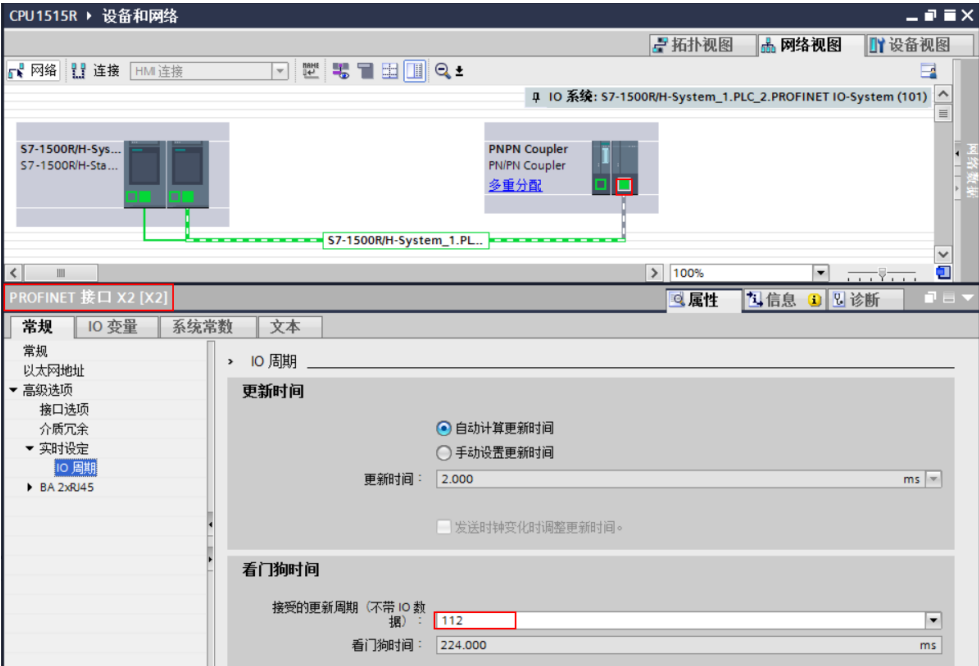

图 2-23 设置接口 X2 部分的看门狗因子
6) 将 PN/PN Coupler 的 PROFINET 接口 X2 的看门狗因子设置成大于 111 的数值，如图 2-23 所示。